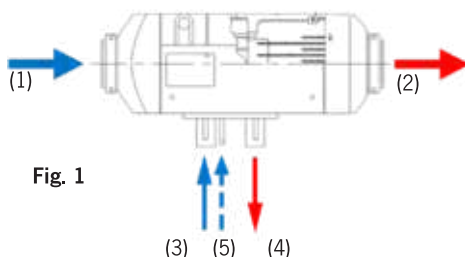
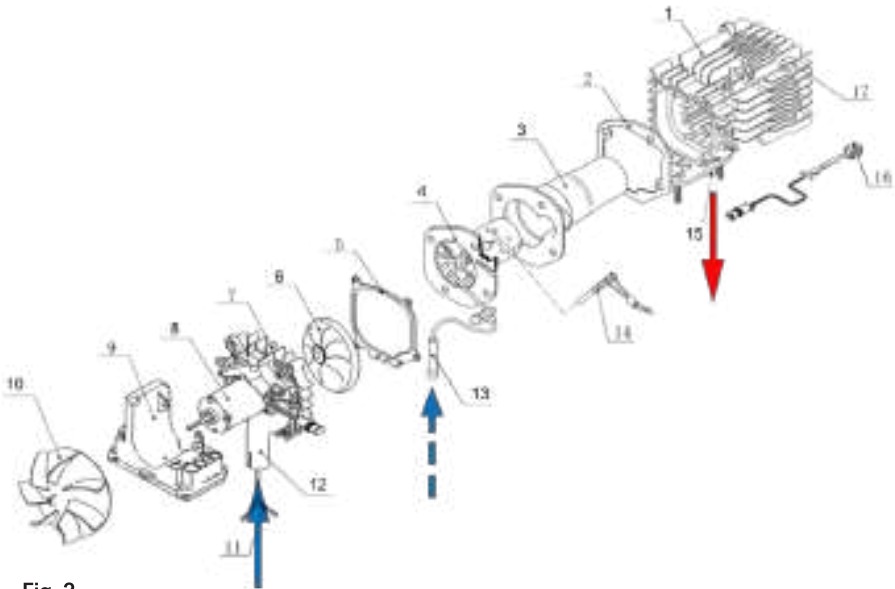
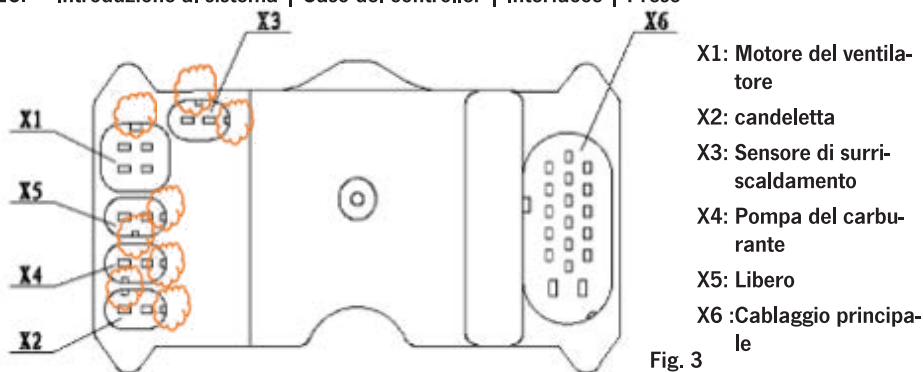

Fig. 1
Fig. 2
Fig. 3
Questo forno consiste in un bruciatore [Pagina 12 Fig. 2 (4)] e una camera di combustione [Pagina 12 Fig. 2 (3)] che sono situati all'interno di uno scambiatore di calore [Pagina 12 Fig. 2 (1)]
L'aria fredda viene aspirata in questo passaggio dalla girante [Fig. 1 (1)] [Page 12 Fig. 2 (10)]. Dopo aver passato lo scambiatore di calore, l'aria calda viene soffiata fuori [Fig. 1 (2)].
Per il processo di combustione il riscaldatore deve essere alimentato con combustibile e aria fresca. Il combustibile entra nel bruciatore attraverso l'ingresso del tubo del combustibile [Fig. 1 (5)] [Pag. 12 Fig. 2 (13)] e viene acceso dalla candeletta [Pag. 12 Fig. 2 (14)] dopo la sua polverizzazione. La fiamma entra nell'intercapedine tra le pareti del bruciatore [Pag. 12 Fig. 2 (4)] e la camera di combustione [Pag. 12 Fig. 2 (3)] nella parte posteriore del bruciatore.
L'alimentazione dell'aria di combustione avviene tramite la presa d'aria [Fig. 1 (3)] [Pag. 12 Fig. 2 (12)]. Il ventilatore interno dell'aria di alimentazione [Pag. 12 Fig. 2 (6/8)] spinge l'aria nel bruciatore. Dopo la combustione della miscela di aria e combustibile vaporizzato, i gas di scarico vengono scaricati attraverso il tubo di scarico [Fig. 1 (4)] [Pag. 12 Fig. 2 (15)].
Il controllore [Page 12Fig. 2 (9)] è situato nella parte anteriore del riscaldatore dietro la ventola dell'aria di riscaldamento. I suoi compiti principali consistono nel raccogliere tutti i dati del riscaldatore (per es. sensori di temperatura, circuito di azionamento, frequenza, velocità di rotazione, tensione e altro). Sulla base di questi dati, il controllore automatizza il processo di riscaldamento, la sorveglianza del sistema e la gestione dei malfunzionamenti del sistema.
Il sensore di surriscaldamento [Pagina 13 Fig. 3 (X3)] è installato sulla parete esterna posteriore dello scambiatore di calore [Pagina 12 Fig. 2 (16)]. Se la temperatura dell'alluminio diventa più alta di un limite superiore definito, il circuito della pompa del carburante viene interrotto dal regolatore e la fornitura di carburante viene fermata immediatamente. Poi, ai fini della protezione dal surriscaldamento, il riscaldatore viene spento.